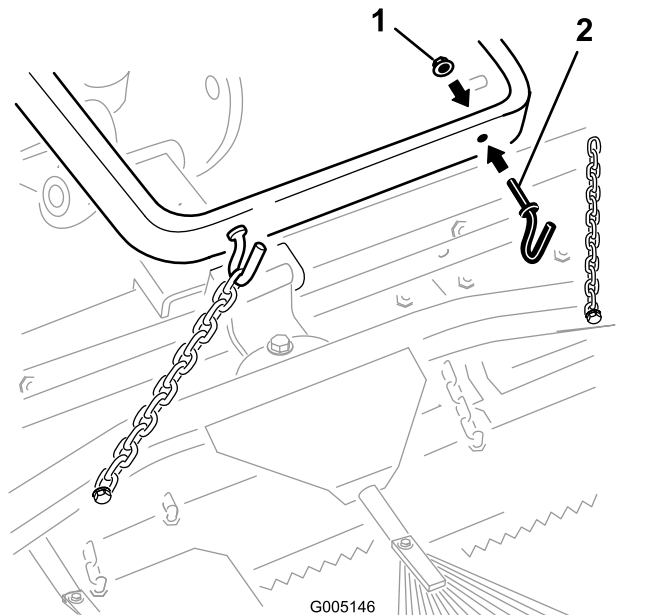

Рисунок 5
- A. Прикрепите 2 крюка к задней части подъемного рычага с помощью 2 гаек ($\frac{3}{8}$ дюйма) (Рисунок 5). Присоедините цепи к крюкам на требуемую длину.